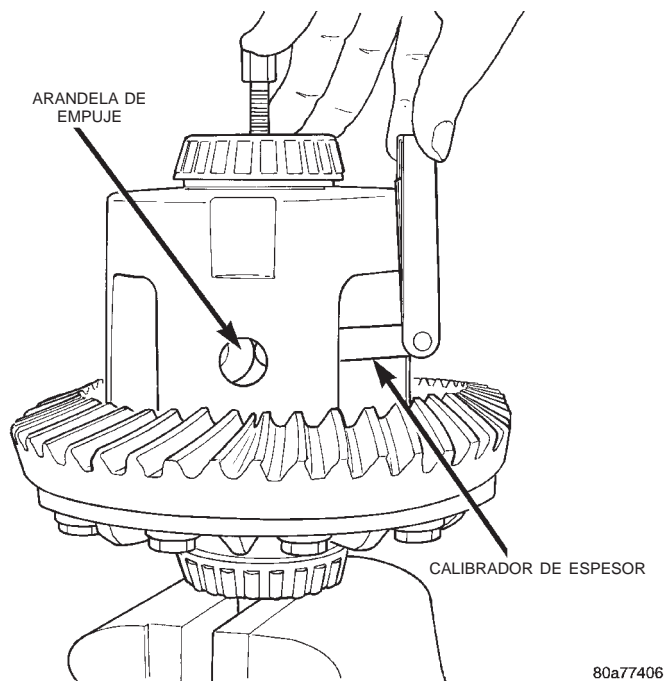

Fig. 70 Desmontaje de la arandela de empuje del piñón satélite
(10) Con un calibrador de espesor adecuado, retire las arandelas de empuje de la parte posterior del piñón satélite (Fig. 70).